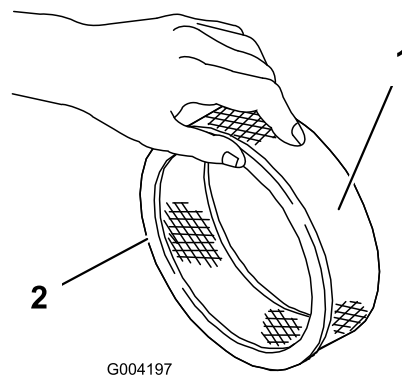

Figura 157
- Inspeccione el elemento de papel por si estuviera roto, tuviera una película aceitosa o la junta de goma estuviera dañada (Figura 157).